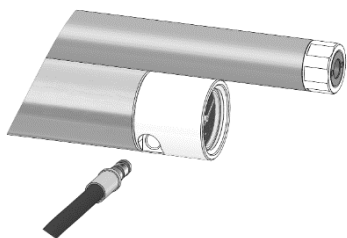

Рис. 13 – Заправка баллона
3. Произвести заправку сжатым воздухом (рис. 13) до необходимого значения.